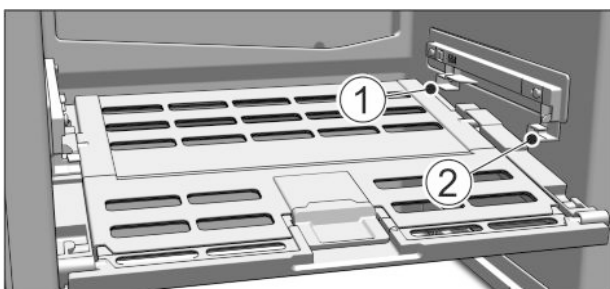

Fig. 62
- ▶ Deckel Fruit & Vegetable-Safe einsetzen: Deckelstege von unten in die hintere Halterung Fig. 62 (1) einführen und vorne in die Halterung Fig. 62 (2) einrasten.